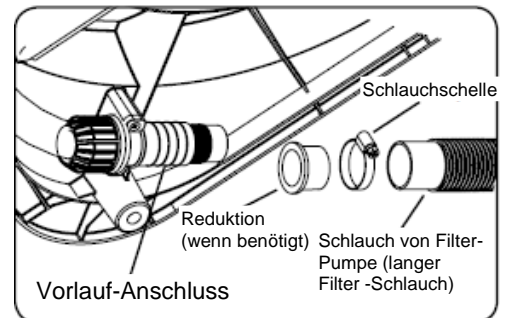

Abbildung 2
- d) Befestigen Sie den langen Filterschlauch (Im Lieferumfang) zwischen der Filterablassöffnung (der Anschluss wo der Rücklauf-Schlauch vorher auf der Pumpe befestigt war) und der Einlassöffnung des Sonnenkollektors. Benützen Sie die mitgelieferten Schlauchschellen (siehe Abbildung 2).
**Hinweis:** Abhängig von dem Durchmesser des Schlauches, kann es sein, dass Sie die Schlauchreduzierung 38/32 mm verwenden müssen. Geben Sie die Reduzierung in den Schlauch und befestigen Sie ihn mit der Schlauchschelle. Für eine leichtere Montage verwenden Sie etwas Schmiermittel auf Silikonbasis (siehe Abbildung 2).